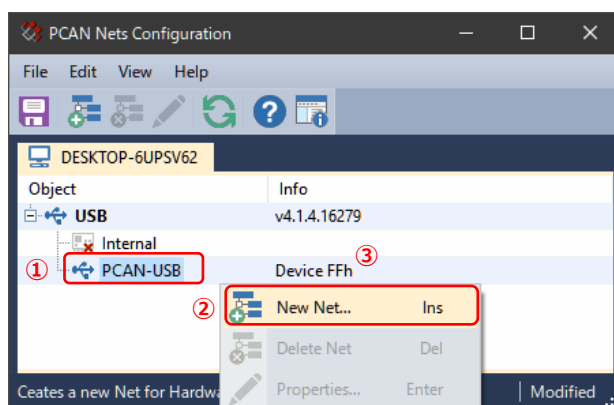

図 3.2-2
PCAN-USB を選択します（図 3.2-2 ① 参照）。
New Nets... を選択します（図 3.2-2 ② 参照）。